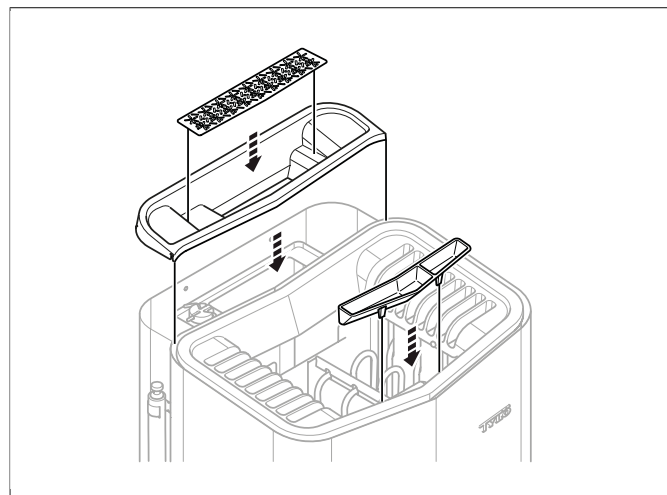

Fig 13: Montering av lock till vattentank, örtsil och doftbehållare/luftfuktare
11. Montera locket till vattentank, örtsil och doftbehållare/luftfuktare (se **Fig 13**, sidan 5).